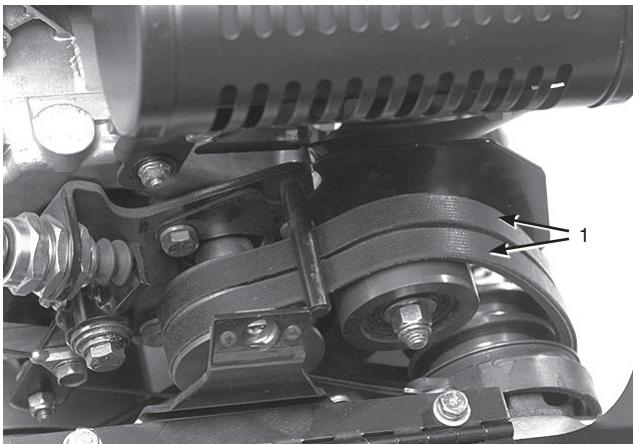

図40
8. エンジンを使わずに、楽に機体を押したり引いたりすることができるよう、ベルト・ガイド（図40挿入図）を以下のように調整しておく：